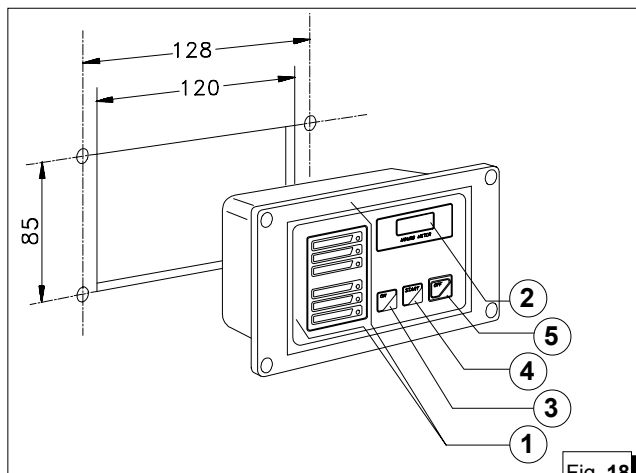

Fig. 18
mento ed allarme (fig. 18, rif. 1), un contatore (fig. 18, rif.2) ed i pulsanti di avviamento ed arresto (fig. 18, rif.3/4/5). Per fissare il cruscotto comandi occorre utilizzare gli appositi sostegni (fig. 18, rif. 6).
The control panel contains 5 LEDs for operation and alarm (fig. 18, ref. 1), an hour counter (fig. 18, ref. 2) and the start and stop buttons (fig. 18, ref. 3/4/5).
The special supports should be used to secure the control panel (Fig. 18 Ref. 6).
Sur le tableau de commande se trouvent 5 LED de fonctionnement et d'alarme (figure 18 - réf. 1), un compteur horaire (figure 18 - réf. 2) et les boutons-poussoirs de démarrage et d'arrêt (figure 18 - réf. 3/4/5).
Pour fixer le tableau des commandes il faut utiliser les supports appropriés (Figure 18 - Réf. 6).